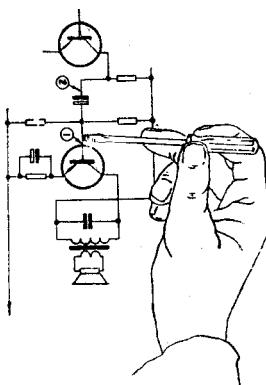

图 2—1
静电通过小解锥的金属部分分导入电路经晶体管放大，喇叭便发出“嗡嗡”声或“咯咯”声。从这个意义上讲，图2—1所示的方法可以看做是用一部无固定频率的杂音信号发生器进行检修。
碰触法和使用信号发生器检修收音机的方法相似，如图2—1所示，触及①点如果喇叭发出嗡嗡声，就说明①点至喇叭之间的电路和元件工作都正常。当触及到②点时，如果喇叭毫无反应就